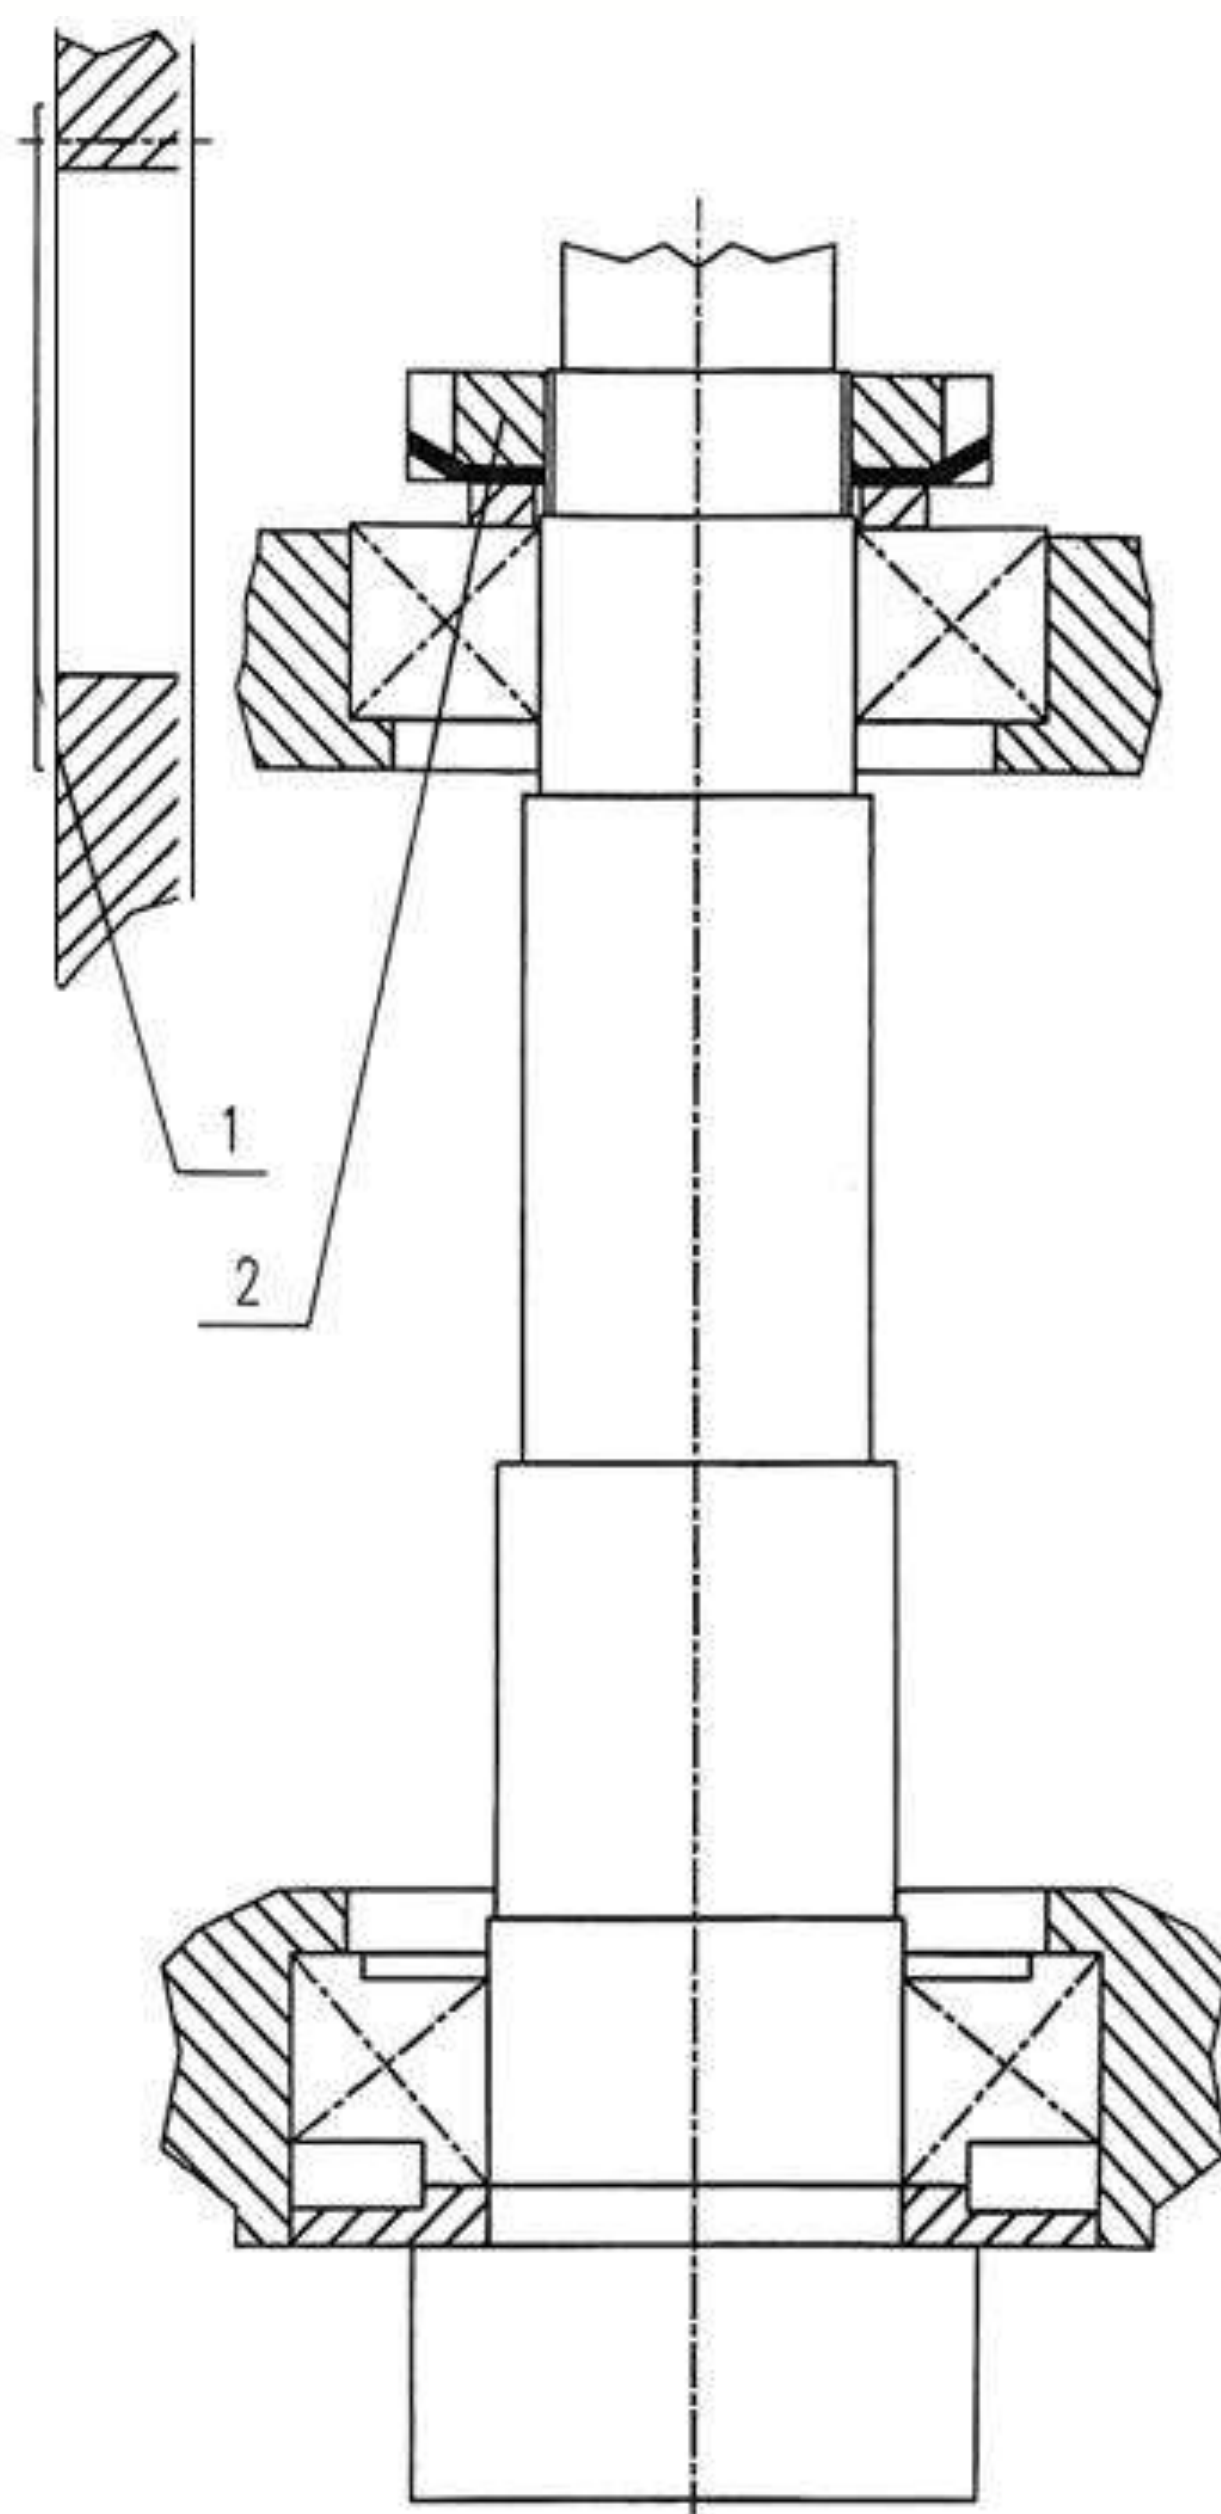

Рис. 4 РЕГУЛИРОВКА ЗАЗОРА ШПИНДЕЛЯ
- На заводе-изготовителе зазор в подшипниках шпинделя отрегулирован до оптимального состояния. При естественном износе подшипников в процессе эксплуатации, приводящем к увеличению зазора, регулировку должен выполнять квалифицированный персонал. Для регулировки необходимо снять крышки с обеих сторон шпиндельной бабки и регулировочной гайкой 2 установить требуемый рабочий зазор шпинделя, после чего можно установить крышки на место (см. Рисунок 4).